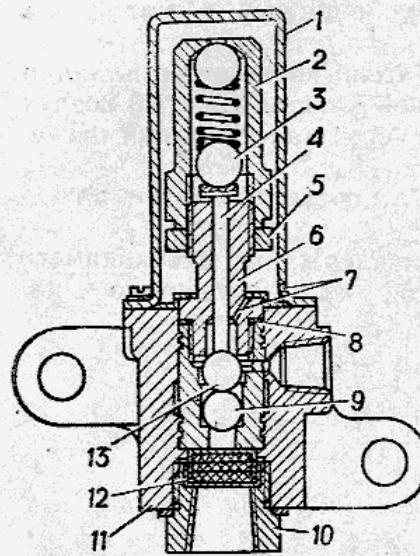

Рис. 37. Регулятор давления:
**Регулятор давления** (рис. 37) автоматически поддерживает давление сжатого воздуха в системе путем выпуска воздуха из разгрузочного цилиндра.